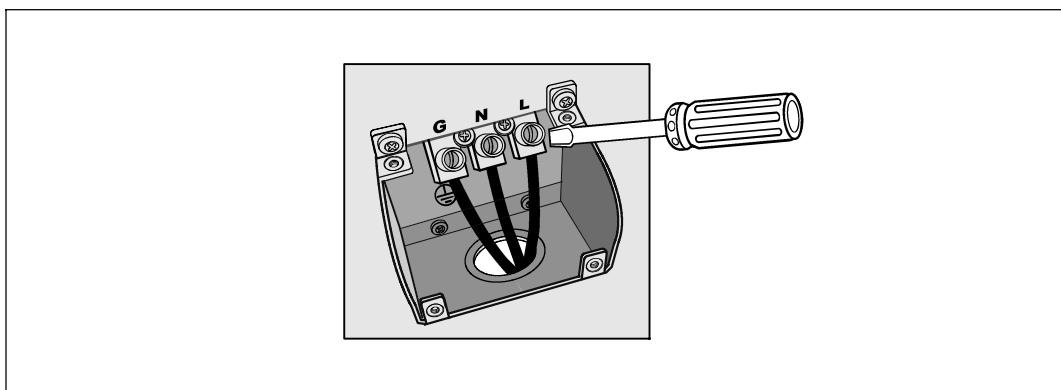

Рис. 22. Входная клеммная колодка ИБП
- 6 Подключите входной и заземляющий провода к клеммной колодке в соответствии с Рис. 22 и таблицей 1.